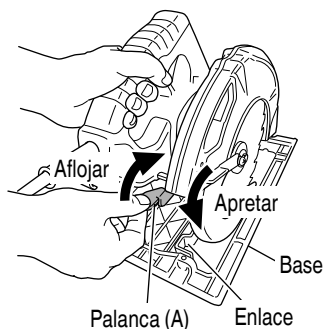
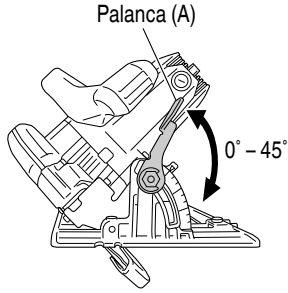

Fig. 7
Fig. 8
7. Verifique que la palanca (A) se encuentre apretada.
La flojedad de la palanca (A) para ajustar la profundidad de corte (Fig. 7) y de la palanca (A) para ajustar el ángulo de inclinación (Fig. 8) puede producir lesiones. Asegúrese de que se encuentren firmemente apretadas.
1. Ajuste de la profundidad de corte (Fig. 7)
Tal como se muestra en la Fig. 8, aflojando la palanca (A) de la escala de bisel, es posible inclinar la cuchilla de la sierra hasta un ángulo de 45° con respecto a la base.